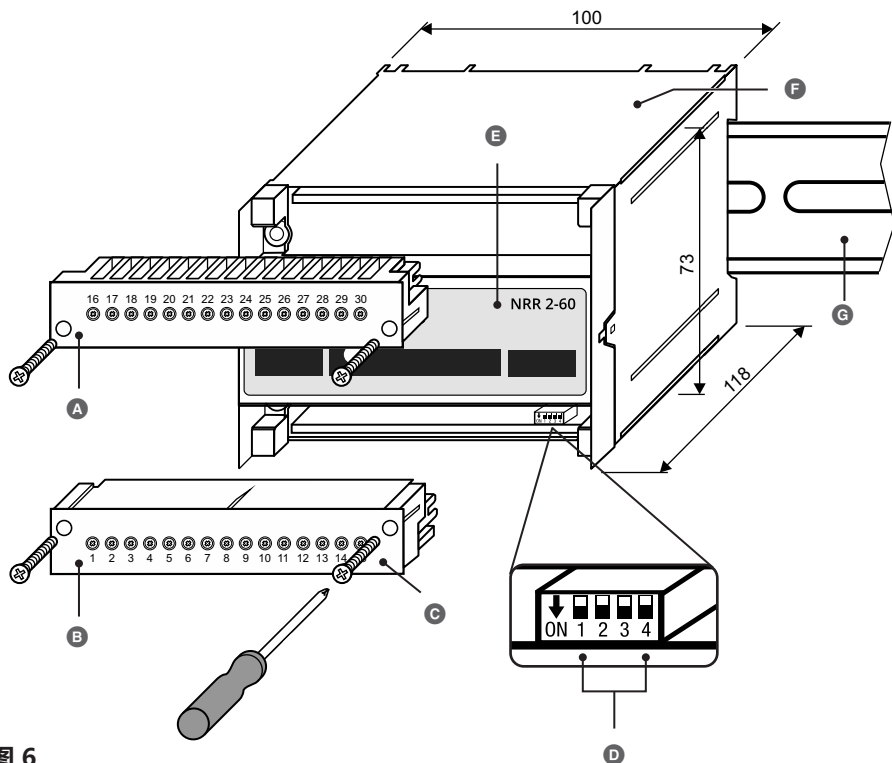

图 6
必要时，可以在编码开关 D（参见 **图 6**）上随时更改液位控制器 NRR 2-60 的波特率和控制器组。
2. 松开并取下下方端子排，参见 **图 6**。
3. 在编码开关 D（参见 **图 6**）上进行所需设置，见第 23 页，**图 10**。
运行前，必须在编码开关 D 图 6 上确定液位控制器的控制器组和波特率。通过连接液位电极和在操作与可视化单元 URB 60 上设置相应参数，得到所需控制器功能。